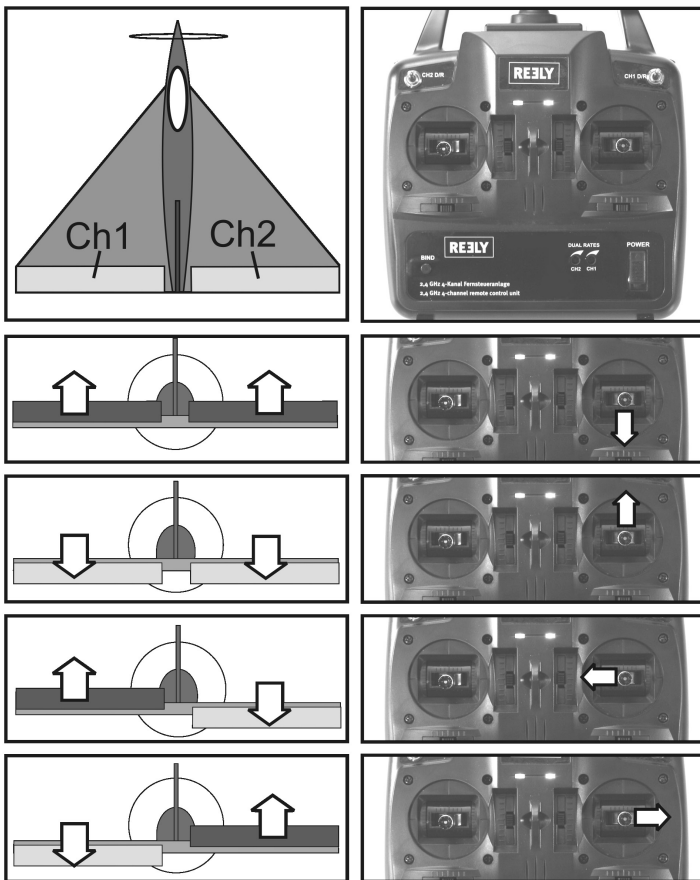

Bild 18
Das Servo der linken Tragfläche muss am Empfängerausgang CH1 und das Servo in der rechten Tragfläche muss am Empfängerausgang CH2 angeschlossen werden. Die Ausschläge der beiden Ruderklappen müssen dann entsprechend den Abbildungen in Bild 18 erfolgen.
7. Nehmen Sie anschließend den Empfänger in Betrieb und prüfen Sie, ob die Ruderklappen nun entsprechend Abbildung in Bild 18 bzw. 19 ausschlagen.